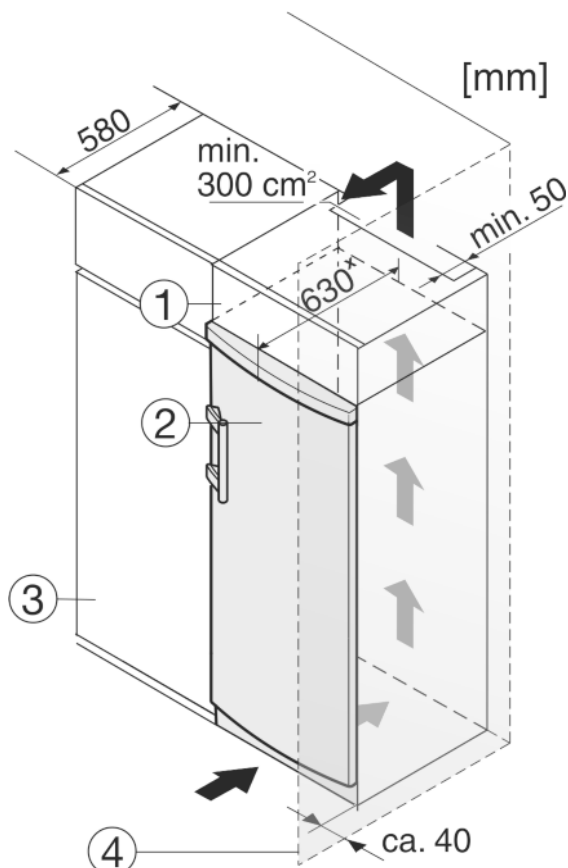

Fig. 10
Spotřebič lze zabudovat do kuchyňských skříní. K vyrovnání spotřebiče Fig. 10 (2) na výšku kuchyňské linky lze na přístroj nasadit nástavec Fig. 10 (1).
Při montáži do kuchyňských skříní (hloubka max. 580 mm) lze přístroj instalovat hned vedle kuchyňské skříně Fig. 10 (3). Přístroj přesahuje přední stěnu kuchyňské skříně na stranách o 34 mm \* a uprostřed o 50 mm \*.
Když se přístroj instaluje závěsy vedle stěny *Fig. 10 (4)*, musí být vzdálenost přístroje od stěny alespoň 40 mm. To odpovídá přesahu madla při otevřených dveřích.